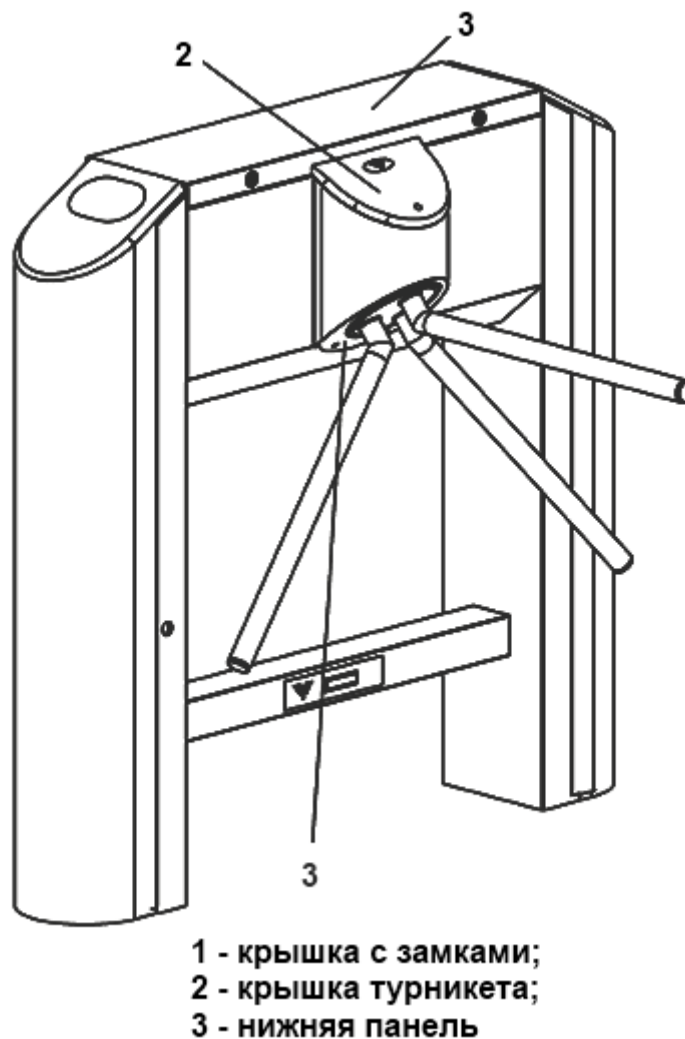

Рисунок 11 – Основные панели изделия
В данный объем работ входит демонтаж крышки с замками, крышки турникета и нижней панели (Рисунок 11 – 1, 2, 3).
3.5.3 Открыть при помощи ключей и снять крышку с замками (Рисунок 11 – 1).